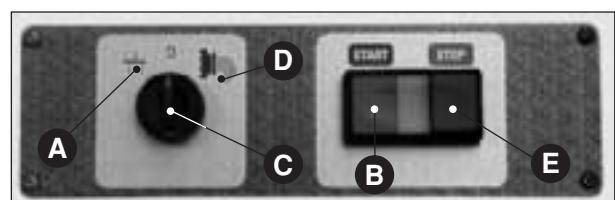

Abb. 11
- die Maschine anhalten, indem der Schalter auf die Position "0" (**Abb. 11 C**) gebracht und dann für 10-15 Sekunden auf die Position Kneten  (**Abb. 11 A**) gedreht wird, um den durch das Produkt erzeugten Druck auf dem Zieheisen zu beseitigen;
- schließlich den Schalter wieder auf "0" stellen (**Abb. 11 C**), oder den stopknopf drücken (**Abb. 11 E**);
- Auf der Position "0" (**Abb. 11 C**) müssen alle Maschinenteile stillstehen; in Position "Ziehen" (**Abb. 11 D**) dreht sich das Mischgerät in eine Richtung; die Schnecke muß sich in dieselbe Richtung drehen (durch die Deckellofnungen kontrollieren); in Position "Mischen" ((**Abb. 11 A**) müssen die Teile in die entgegengesetzte Richtung drehen.